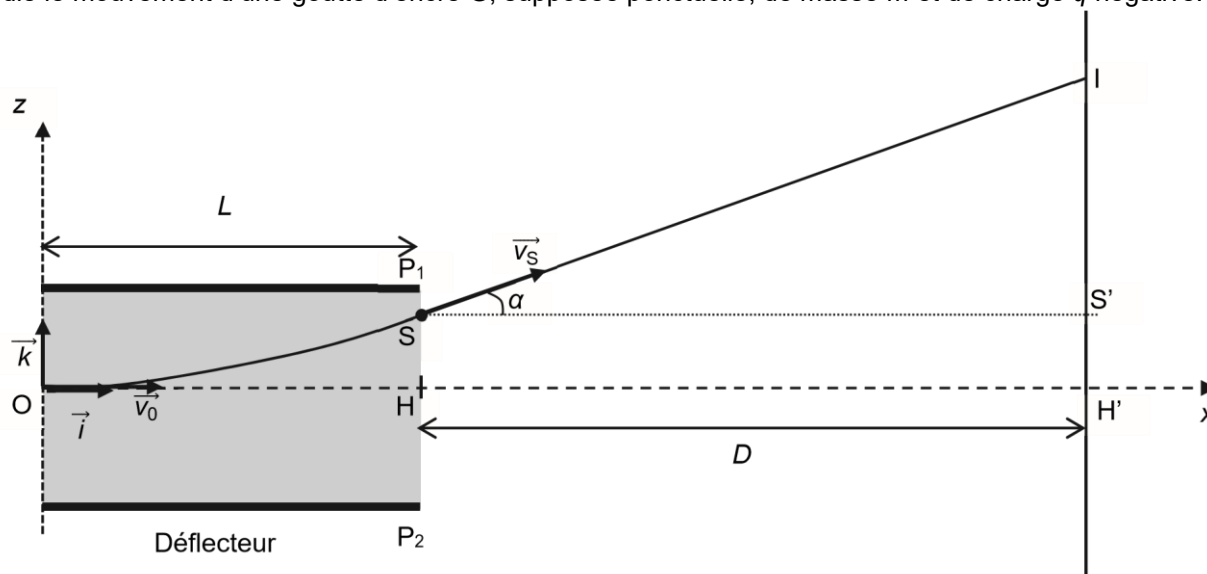

Figure 2. Schéma de la trajectoire de la goutte G
- les mouvements sont étudiés dans le référentiel terrestre supposé galiléen associé au repère (O, \vec{i}, \vec{k}) représentés sur la figure 2. Les vecteurs \vec{i} et \vec{k} sont unitaires ;